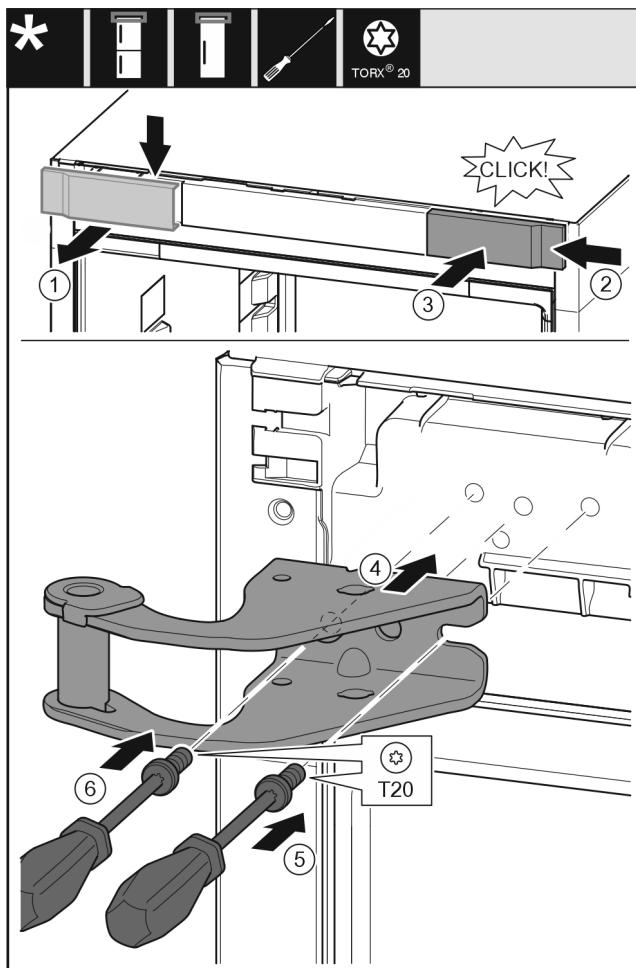

Fig. 14
- ▶ Свалете капака Fig. 14 (1) от горе напред.
- ▶ Закачете капака Fig. 14 (2), завъртън на 180°, от другата страна отдясно.
- ▶ Фиксирайте капака Fig. 14 (3).
- ▶ Поставете горната лагерна стойка Fig. 14 (4).
- ▶ С отвертка поставете винта Fig. 14 (5) и го затегнете.
- ▶ С отвертка поставете винта Fig. 14 (6) и го затегнете.